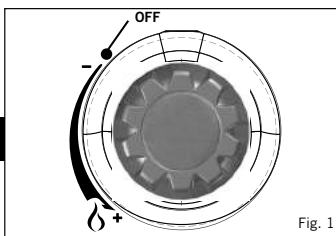

Fig. 1
- Avant de connecter l'alimentation en gaz, vérifier tout d'abord que le robinet de l'appareil est en position d'arrêt, en tournant le Bouton de réglage dans le sens horaire jusqu'à sa butée (voir Fig. 1).
- Avant d'installer la bouteille de gaz, vérifier tout d'abord que le robinet de l'appareil est en position d'arrêt, en tournant le Bouton de réglage dans le sens horaire jusqu'à sa butée (voir Fig. 1).